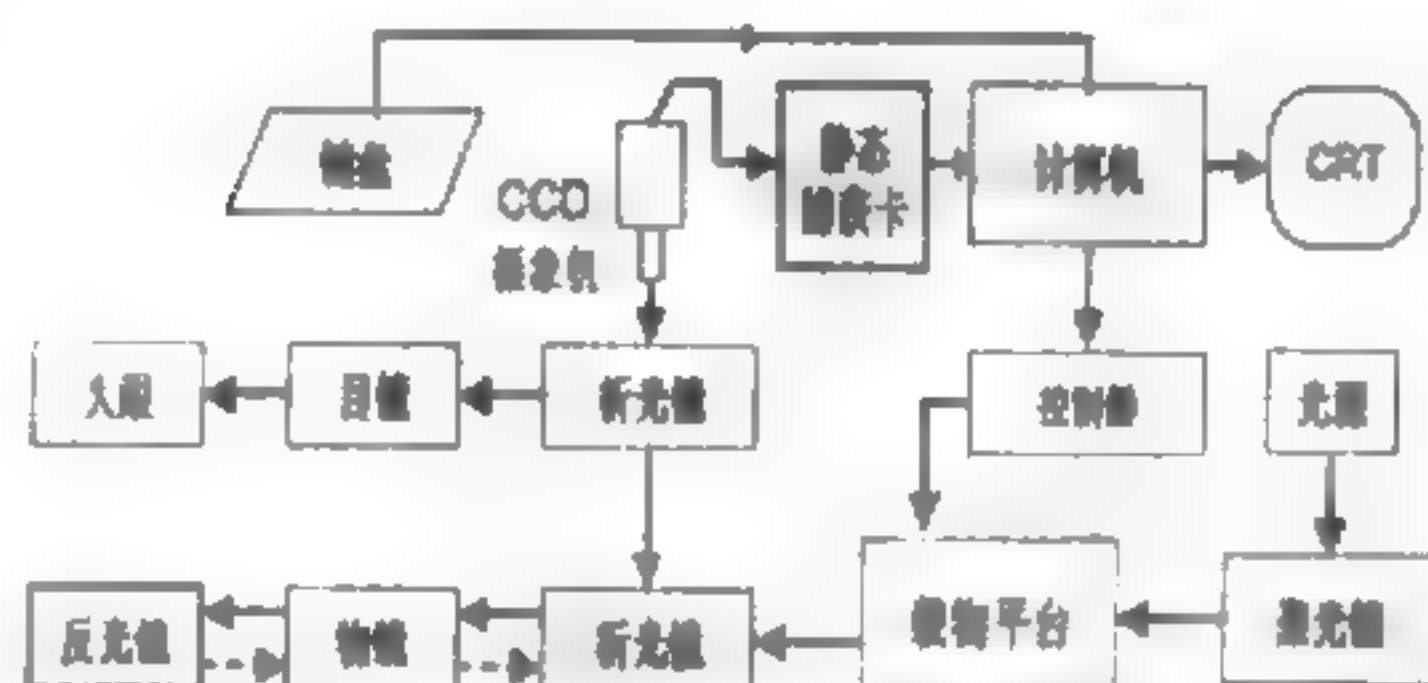

图 5 显微图像分析仪原理图
4. 医疗仪器：对于象细胞、染色体、微循环等微细对象的观察和检测，传统方法是在显微镜或放大镜下进行。采用了 CCD 摄像机和视霸卡的显微图像分析仪 (如图 5)，由视霸卡提供硬件缩放、变焦和切割功能，不仅方便观察，具有良好用户界面，而且可实现连续变焦和定